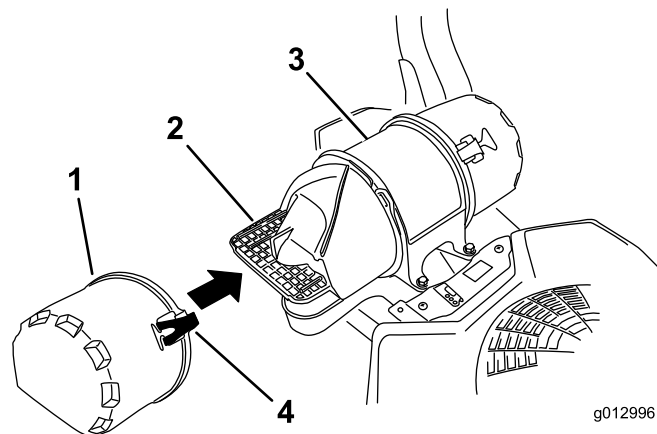

Figure 52
3. Ouvrez les dispositifs de verrouillage du filtre à air et séparez le couvercle d'entrée d'air du boîtier du filtre (Figure 52).
5. Reposez le couvercle d'entrée d'air et fixez-le avec les verrous (Figure 52).